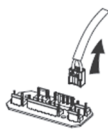

Рис. 2
- Найдите клемму соединительного провода освещения и вытащите ее. См. рис. 2.